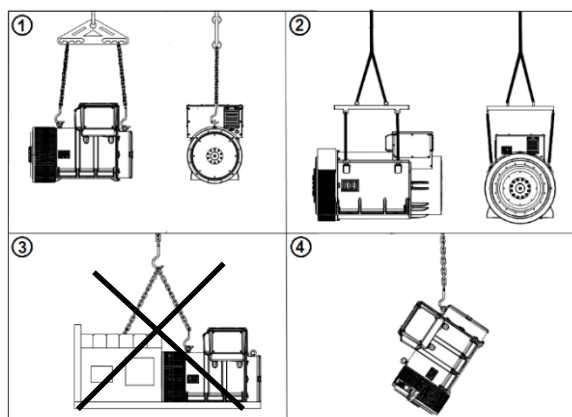

Figura 3.1: Manoseo do alternador
- La posición 1 de la Figura 3.1, representa la forma correcta de manoseo de los alternadores AG10 250, 280, 315 y 355;
- La posición 2 de la Figura 3.1, representa la forma correcta de manoseo del alternador AG10 400;
- Las posiciones 3 y 4 de la Figura 3.1, representan las formas incorrectas de manoseo de los alternadores;